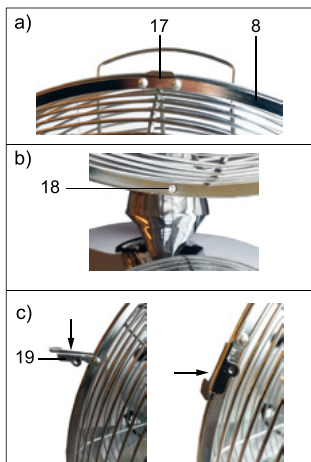

Fig.64: Montering af det forreste beskyttelsesgitter
18. Skub det forreste beskyttelsesgitter (8) med ophænget (17) over kanten på det bageste beskyttelsesgitter. Fig. 64 a).
19. Kontrollér, om de to huludsparringer (18) nederst på rammen på de to beskyttelsesgittere flugter med hinanden. Fig. 64 b).
20. Skub de 4 låseklemmer (19), som befinder sig på hver side af det forreste beskyttelsesgitter, hen over rammerne på begge beskyttelsesgitter. Fig. 64 c).
21. Før krydskærvskruen med linsehoved (8a) gennem huludsparringerne (18) på hhv. forreste og bageste beskyttelsesgitter.